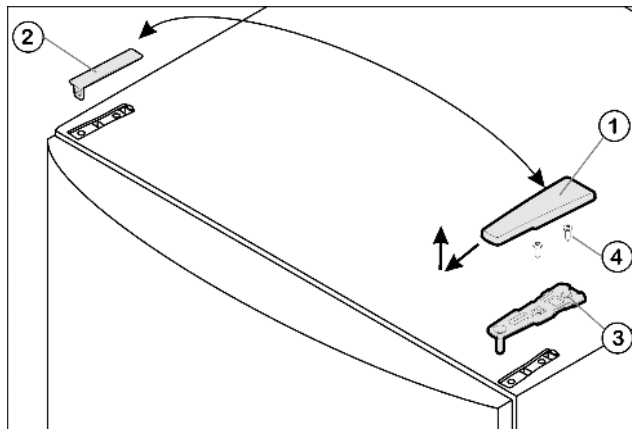

Fig. 4
- ▶ Потяните крышку Fig. 4 (1) вперед и вверх.
- ▶ Снимите крышку Fig. 4 (2).
- ▶ Открутите верхний опорный кронштейн Fig. 4 (3) (2 шт. Torx® 25) Fig. 4 (4) и вытяните вверх.
- ▶ Установите верхний опорный кронштейн Fig. 4 (3) на новой стороне шарнира и защелкните в дверце.
- ▶ Привинтите верхний опорный кронштейн (**с моментом 4 Нм**) (2 шт. Т0х@ 25) Fig. 4 (4). При необходимости проделайте отверстия или используйте аккумуляторную отвертку.
- ▶ Наденьте и защелкните крышку Fig. 4 (1) и крышку Fig. 4 (2) на противоположной стороне снаружи.